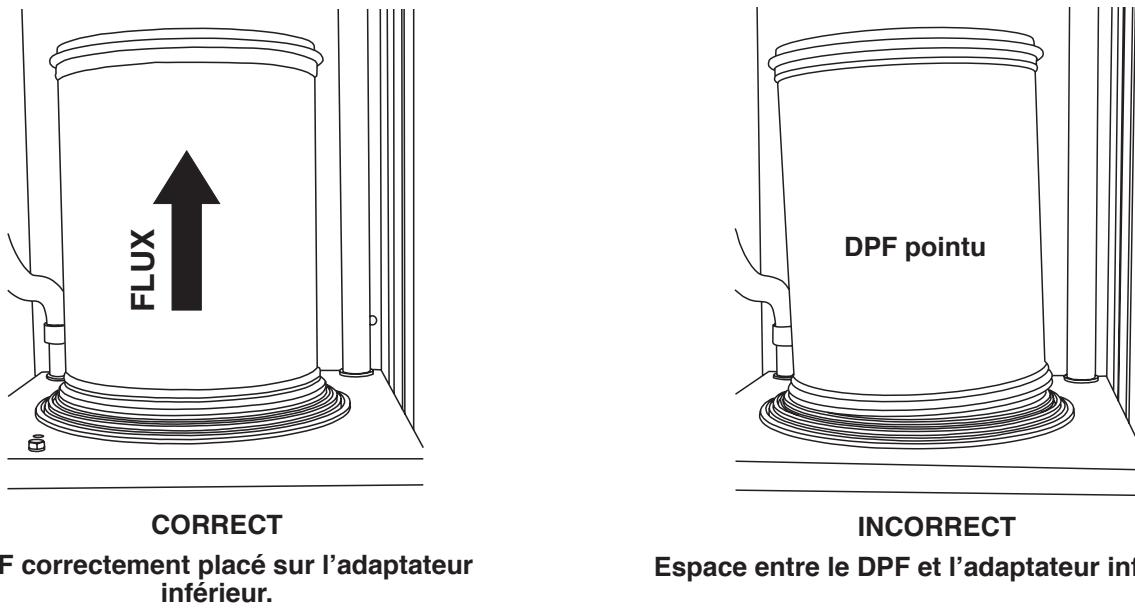

Figure 4
5. Placez le DPF sur l'adaptateur inférieur en plaçant la flèche du côté du DPF orienté vers le haut (UP, indiquant la direction de l'évacuation). Le DPF doit être placé sur la surface plane de l'adaptateur inférieur sans espace visible entre lui et l'adaptateur. Voir la figure 4.